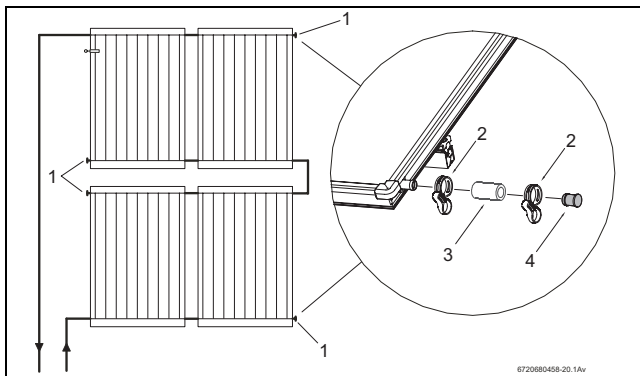

Fig. 57 Montaje del tapón ciego premontado
Cerrar las conexiones del captador innecesarias con las caperuzas de cierre (Fig. 57, [1]).
- Conectar los tubos solares de 55 mm (Fig. 57, [3]) con los tapones ciegos montados previamente sobre ambas conexiones libres.